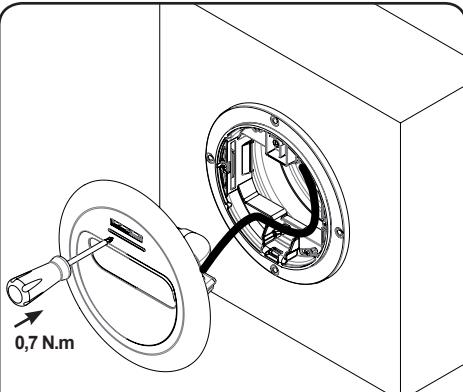

FIG. 8
5. Instalar o ponto de luz dentro do nicho (Fig. 8) assegurando-se de que o parafuso de fixação fica situado na parte superior.